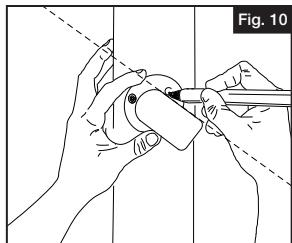

Fig. 10
- 1.** Aligner le retour de poteau en fonction du tracé de la main courante et marquer les positions du trou de fixation (Fig. 10).